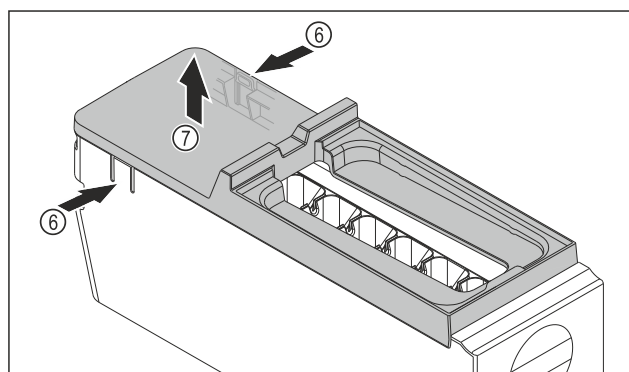

Fig. 132
- ▶ Wymywanie osłony korpusu EasyTwist-Ice: Docisnąć jedną ręką nakładki Fig. 132 (6) po obu stronach korpusu EasyTwist-Ice.
- ▶ Drugą ręką wyjąć osłonę Fig. 132 (7) ku górze.